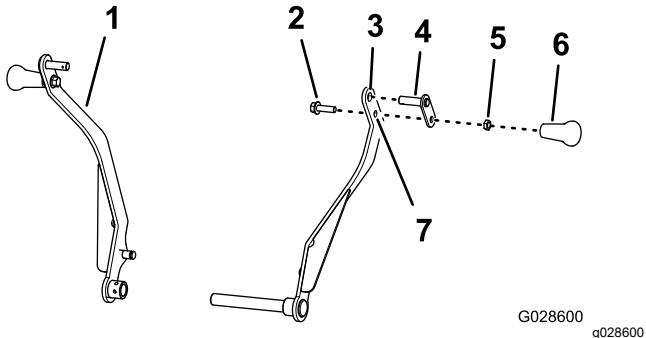

图 5
1. 穿过托架臂上的上孔组装枢轴销图 5。
3. 将螺栓 $\frac{3}{8} \times 1\frac{1}{4}$  英寸穿过托架臂的下孔和枢轴销图 5 的卡环与锁紧螺母 $\frac{3}{8}$  英寸组装在一起然后上紧锁紧螺母扭矩至  $1517\text{N}\cdot\text{m}$ 。
4. 将手柄拧到螺栓 $\frac{3}{8} \times 1\frac{1}{4}$  英寸上然后拧紧手柄使其抵靠锁紧螺母最后用手拧紧手柄图 5。
5. 对另一个托架臂重复步骤 1 至 4 图 5。